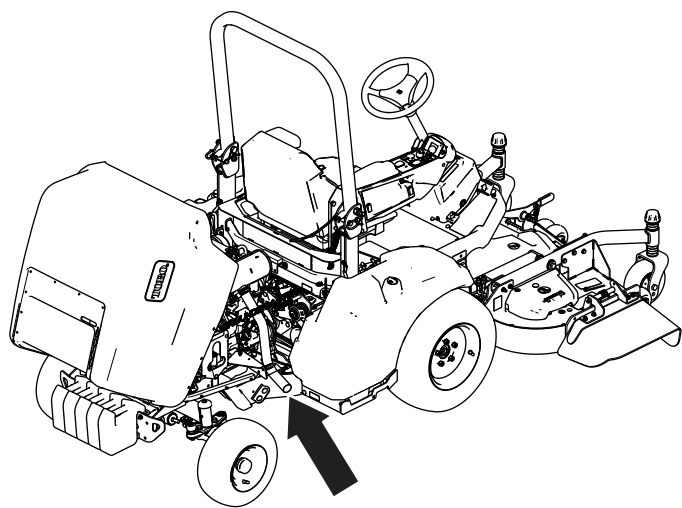

Рисунок 9
- 1. Поднимите капот (Рисунок 9).